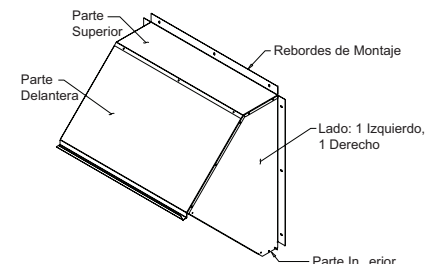

Figura 2 — Partes para el Ensamblaje
1. Identifique las partes para el ensamblaje, 1 parte superior, 1 parte delantera, 2 partes laterales, 1 parte inferior y 1 filtro para pájaros. Consulte la Figura 2.